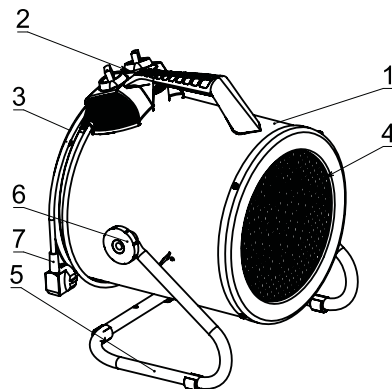

Рис. 1. Конструкция теплоventильатора
Несущая конструкция теплоventильатора (рис.1) состоит из кожухов наружного (1) и внутреннего, изготовленных из листовой стали и имеющих цилиндрическую форму. Во внутреннем кожухе размещены вентилятор, и трубчатые электронагревательные элементы из нержавеющей стали. Снаружи кожуха расположен корпус блока управления (2). Кожух наружный закрытый воздухозаборной (3) и воздуховыпускной (4) решетками, барашковыми винтами (6) монтируется к опоре (5), и имеет возможность регулировки угла наклона корпуса. Угол поворота фиксируется барашковыми винтами. Вентилятор затягивает воздух через отверстия воздухозаборной решетки. Воздушный поток, втянутый вентилятором в корпус, проходя между петлями трубчатых электронагревательных элементов, нагревается и подается в помещение через отверстия воздуховыпускной решетки. Прибор оборудован кабелем (1,2 м с сечением 3х1,5 мм) с вилкой для подключения к электросети.